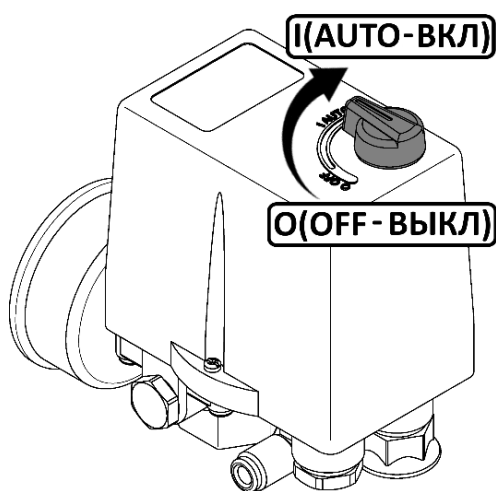

Рисунок 3
- Проверьте, чтобы выключатель на реле давления находился в выключенном положении "O" или "OFF", в зависимости от исполнения (рисунок 3).
- Выключить компрессор выключателем **3** на реле давления (рис. 4-5). Для этого необходимо переключить выключатель в положение "**О**" или "**OFF**", в зависимости от исполнения (рис. 3). После этого остановится электродвигатель и произойдет сброс давления из нагнетательного воздухопровода и поршневого блока.
- Переключите выключатель **3** на реле давления в положение "**0**" или "**OFF**", в зависимости от исполнения (рисунок 3).